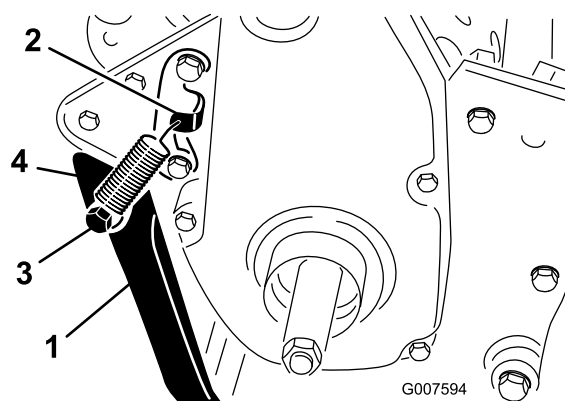

図 6
スプリングブラケットの穴とスプリングスタッドの穴に引っ掛ける 図 6。
3. キックスタンドをフレームの左右に固定するボルト、スペーサ、平ワッシャ、ロックナットを使う 図 6。